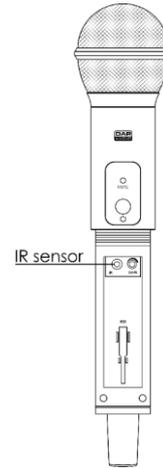

Abb. 11
- 06)** Halten Sie den **IR-Sensor (41)** des Mikrofons nahe an das **Display (09)**, um den Lautsprecher mit dem Mikrofon zu koppeln (Abb. 11).